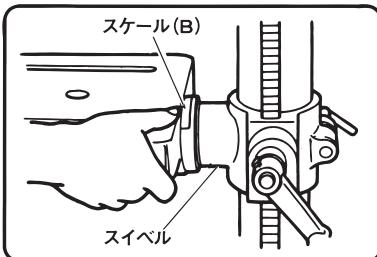

図 9
(2) つぎに、ボルト(A)をゆるめテーブルを傾けテーブルの刻印線をスイベルのスケール(B)の角度目盛に合わせてください。(図9)